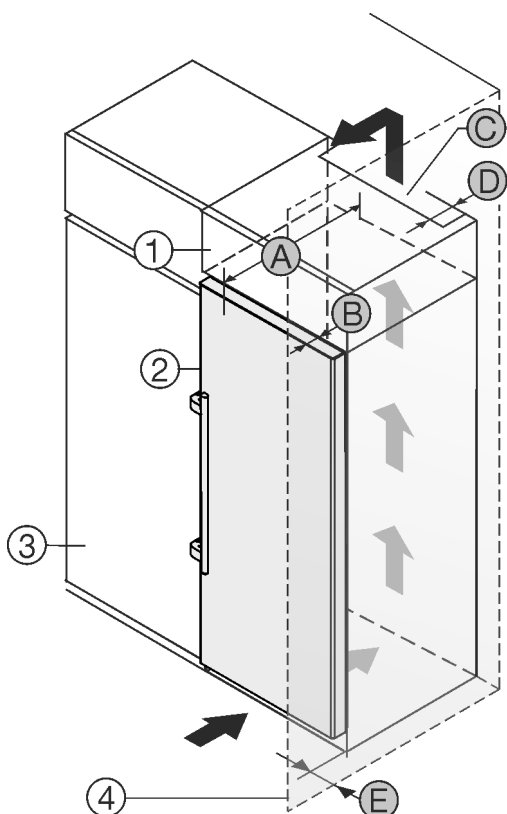

Fig. 2
Вы можете установить устройство непосредственно рядом с кухонным шкафом Fig. 2 (3).
На задней стенке дополнительного шкафчика должен быть вентиляционный канал с глубиной Fig. 2 (D) по всей ширине этого шкафа.*
Нужно соблюдать вентиляционное отверстие Fig. 2 (C) под нижней панелью.*
Если устройство устанавливается на шарнирах у стены Fig. 2 (4), то расстояние между устройством и стеной должно быть не менее 57 мм. Это соответствует расстоянию, на которое выступает ручка при открытой дверце.*
Чтобы можно было полностью открыть дверь, устройство должно выступать на глубину двери Fig. 2 (B) относительно передней стенки кухонного шкафа. В зависимости от глубины кухонных шкафов Fig. 2 (3) и использования пристенных распорок устройство может выступать и больше.*